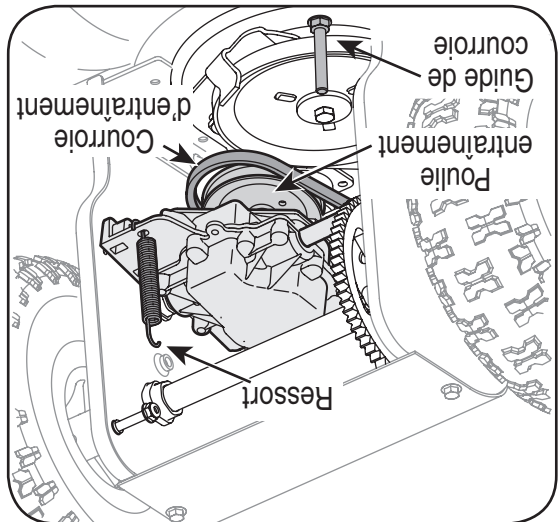

Figure 13
1. Basculez la souffluse pour la faire reposer sur l'habitacle des tarières. Retirez le guide de courroie comme illustré à la Figure 13. Redressez la souffluse à neige pour accomplir les étapes suivantes.
2. Retirez le ressort qui retient la transmission sur un boulon sur le châssis du moteur. Voir la Figure 13.